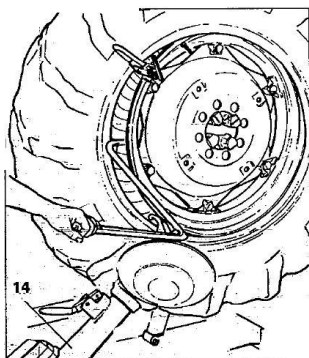

Fig.7.15
- 21) Flyt værktøjsarmen (14, Fig.7.15) til dens arbejdsstilling.
- 23) Drej spindlen en smule med uret, indtil håndtaget LA kan indsættes (se fig.7.15). LA håndtaget er ekstraudstyr.